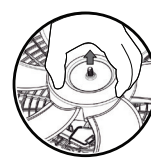

Figura 20
• Puxar a hélice do eixo do motor como mostrado na figura 20.